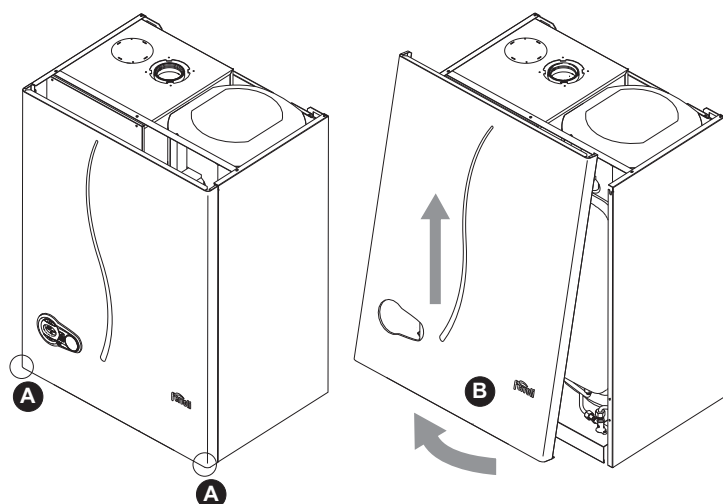

fig. 26 - Ouverture du panneau avant
1. Dévisser les vis **A** (voir fig. 26)